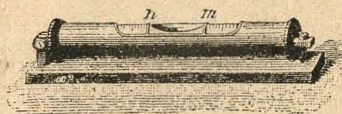

Fig. 28.—Nivel de burbuja de aire,
**6. Nivel de burbuja de aire.**—Este instrumento (fig. 28) se compone de un tubo de vidrio cerrado en cada extremidad y que contiene un líquido en el cual se ha dejado una burbuja de aire. Dicho tubo está ligeramente abombado en su parte media. Va colocado sobre una tablilla de cobre trabajada de tal modo que, si se la coloca sobre una superficie perfectamente horizontal, la burbuja de aire es tangente á dos rayas *m* y *n* marcadas en el tubo de vidrio.